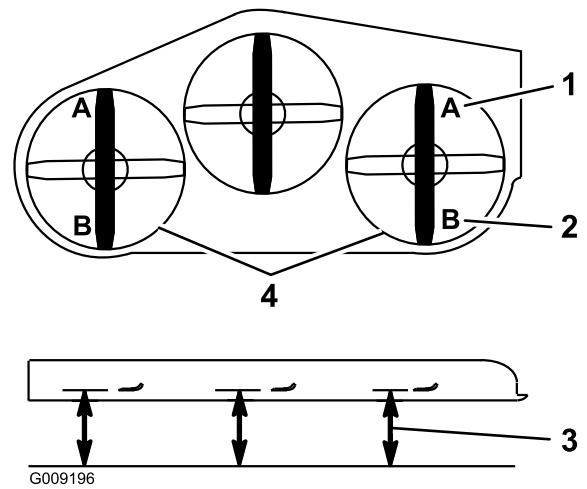

Figure 88
9. De chaque côté du tablier de coupe, mesurez la distance entre la surface plane et la pointe avant de la lame (position A), comme montré à la Figure 88.
16. De chaque côté du tablier de coupe, mesurez la distance entre la surface plane et la pointe arrière de la lame (position B), comme montré à la Figure 88.